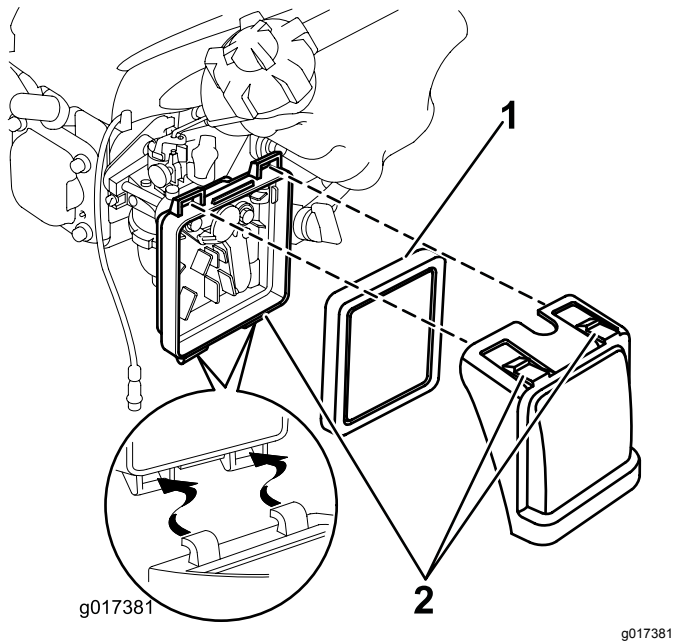

Figura 17
1. Premete verso il basso le linguette di chiusura del coperchio del filtro dell'aria (Figura 17).
2. Aprite il coperchio (Figura 17).
3. Togliete il filtro (Figura 17).
6. Montate il filtro in sede (Figura 17).
7. Montate il coperchio (Figura 17).